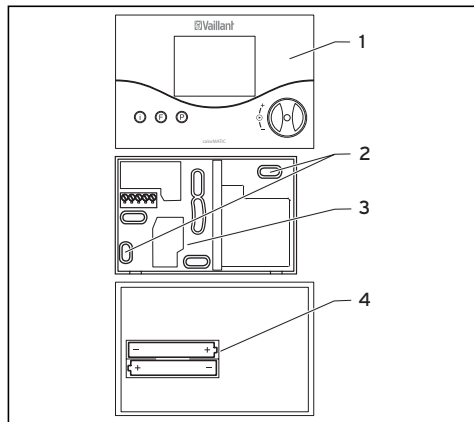

Fig. 9.2 Montaggio della centralina di regolazione della temperatura ambiente
- Praticare due fori di fissaggio **(2)** con diametro di 6 mm (come illustrato alla fig. 9.2) ed inserire i tasselli in dotazione.
- Inserire le batterie in dotazione nel vano batterie (fig. 9.2, pos. 4) posto sul retro della centralina di regolazione della temperatura ambiente. Assicurarsi che la polarità delle batterie sia corretta.